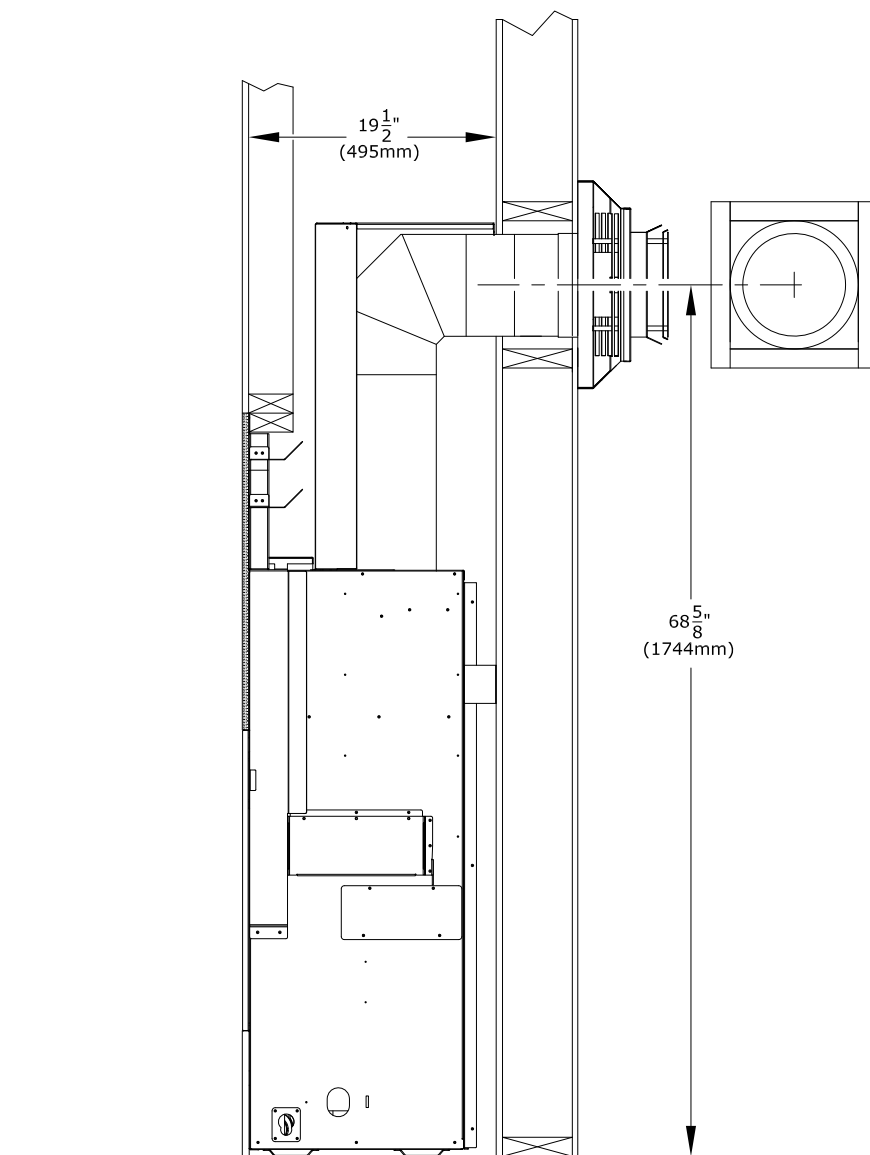

Figure 3.8 - Encadrement du coupe-feu mural (dimensions minimums)
Voir la Figure 3.8 ci-dessous pour les dimensions d'encadrement du conduit d'évacuation minimum à terminaison horizontale.
1. Mesurez la distance entre le plancher du foyer et le centre du point de traversée murale prévu du conduit d'évacuation. Les dimensions de la Figure 3.8 utilisent un conduit d'évacuation Simpson DuraVent.